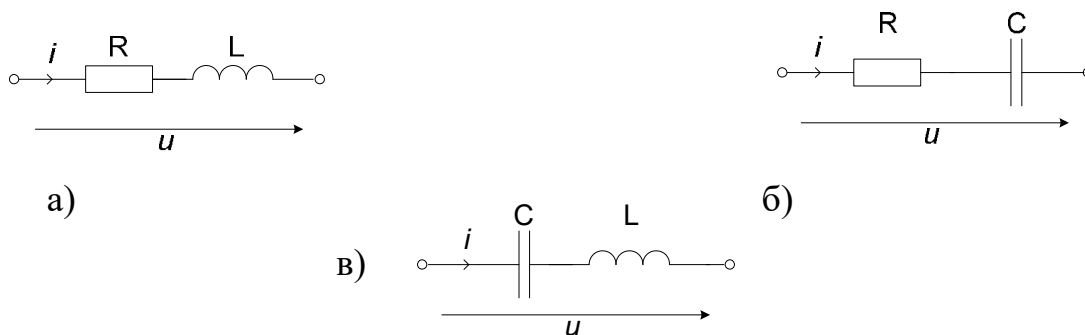

Рис. 63 Электрические схемы (задание 3)
1. Для электрической цепи (рис. 63) выполнить задание, указанное в таблице (табл. 6), где  $G, B_L, B_C$  – проводимости элементов. Построить векторную диаграмму токов и напряжений.